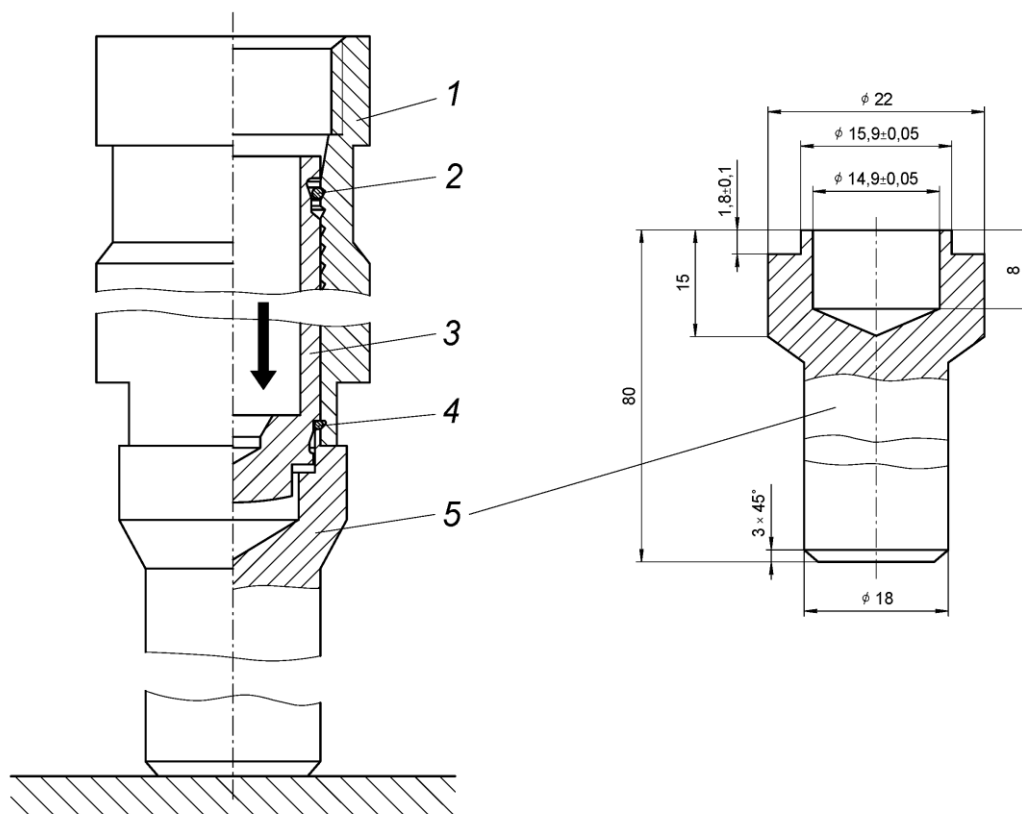

Рис.70. Сборка гидронатяжителя с помощью оправки:
- на закрепленную вертикально оправку 5 (рис.70) установить корпус гидронатяжителя 1;